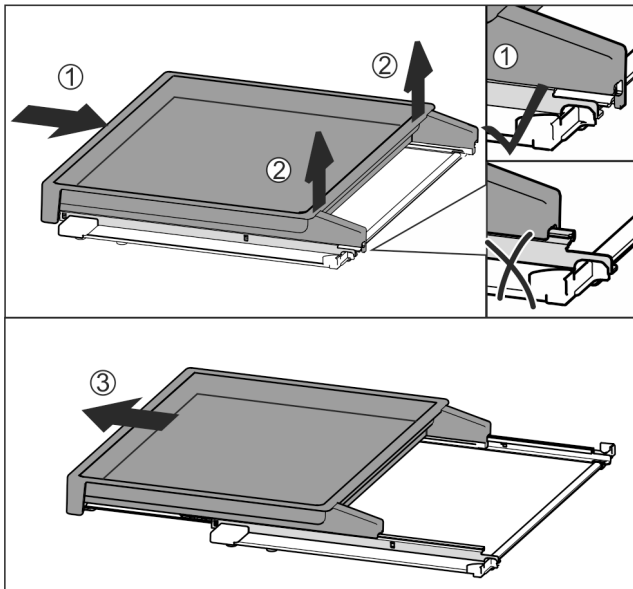

Fig. 78
- ▶ Uitschuifplateau volledig erin schuiven Fig. 78 (1).
- ▶ Vergrendeling aan de achterkant losmaken Fig. 78 (2).
- ▶ Uitschuifplateau vanaf de voorkant eruit halen Fig. 78 (3).